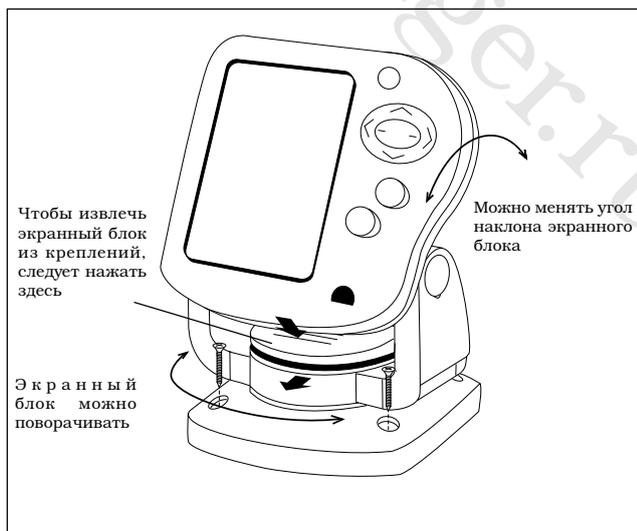

Рис. 2-8
Можно устанавливать экранный блок на любую плоскую поверхность при помощи прилагающейся турели (рамы), как это показано на рис. 2-8. (Можно дополнительно заказать комплект приспособлений, который позволяет быстросъемное соединение и установить эхолот на любой плоской поверхности или на приборной доске). Если используется стандартная турель для закрепления экранного блока, следует выполнить следующие рекомендации:
2. Извлеките эхолот из зажимов нажатием большой кнопки в центре турели, как это показано на рис. 2-8.